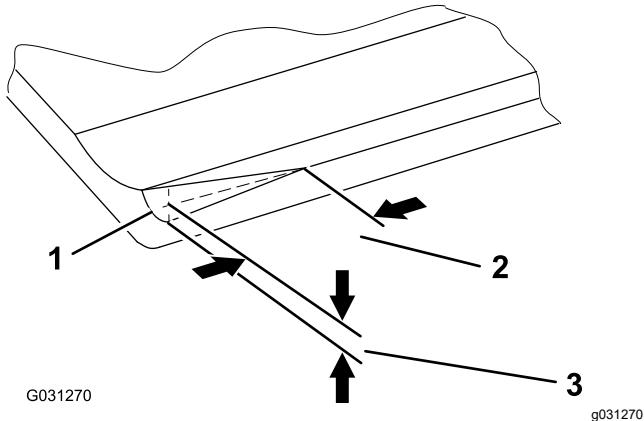

図 9
**注** 出荷時に面取りを施していますが図9、この面取りはベッドナイフの寿命の中ほど40%でなくなりますので、面取りが必要になります。